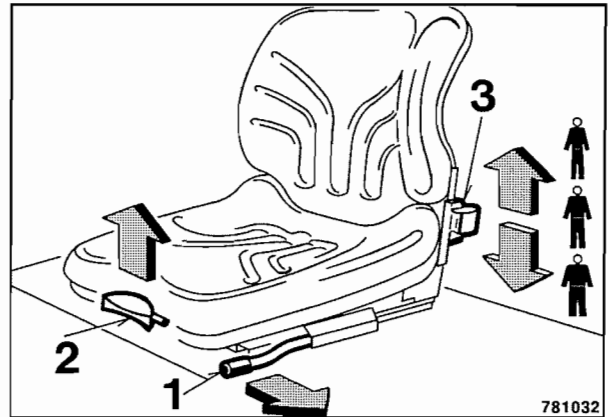

Fig. 45
- Desplazar el asiento en sentido longitudinal, a este efecto hay que sacar la palanca 1 (Fig. 45) y desplazar el asiento hacia delante o atrás.
- Para ajustar la inclinación del respaldo hay que accionar la palanca (2) e inclinar el respaldo hacia delante o atrás.
- Para graduar el peso hay que regular la palanca (3).